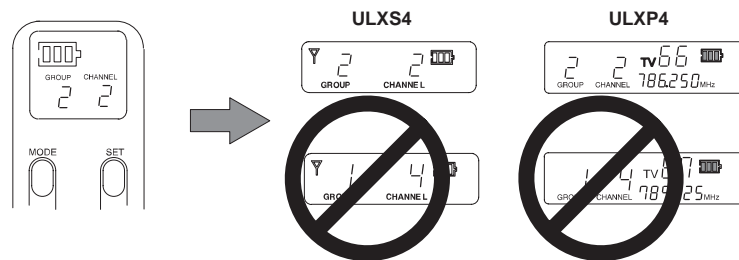

FIGURE 30
7. S'assurer que les réglages de groupe et de canal du transmetteur s'accordent à ceux du récepteur, comme illustré à la figure 30. Lors de l'utilisation de le transmetteur de poche, le fixer à la ceinture, la taille ou la sangle de guitare.